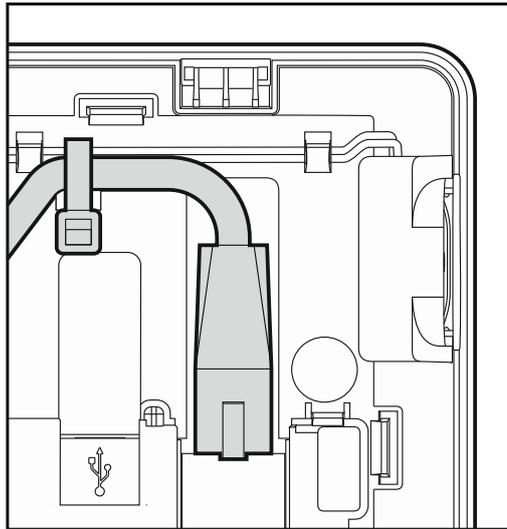

Fig. 5. Modalità di fissaggio del cavo di rete Ethernet.
11. Se la tastiera deve essere collegata alla rete Ethernet (per la visualizzazione di immagini dalle camere IP), collegare il cavo con il connettore RJ-45 alla presa dedicata. Occorre utilizzare un cavo conforme allo standard 100Base-TX (un cavo identico a quello utilizzato per connettere il computer alla rete). Si consiglia di usare il cavo liscio che è più elastico e fissarlo con la fascetta in plastica (vedi: fig. 5).